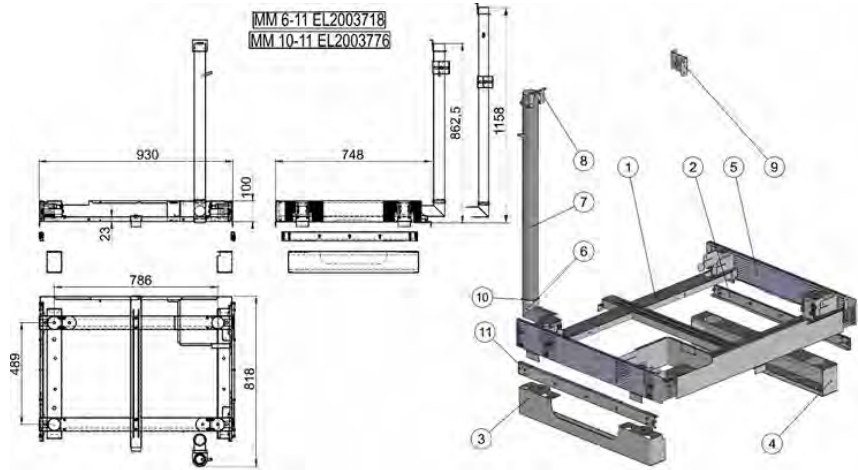
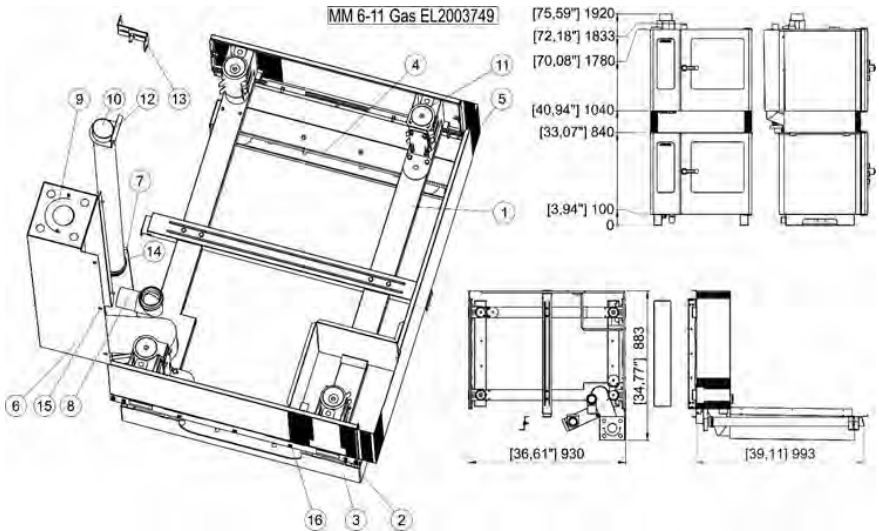
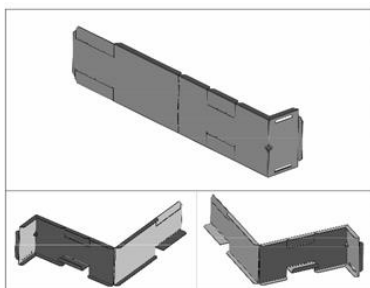

Fig. 43: Kombimix-byggsats, högerhängd 6-11/10-11 EL
Fig. 46: Kombimix-byggsats, högerhängd 6-11 gas
Fig. 52: Skott: Högerhängning och vänsterhängning
8. Böj skottet i enlighet med anslagsidan 90° och kantställ skarvjärnen (Fig. 52) och montera på mellanramen (högerhängning på vänster sida/vänsterhängning på höger sida). Elapparater, se Fig. 43, gasapparater, se Fig. 46.